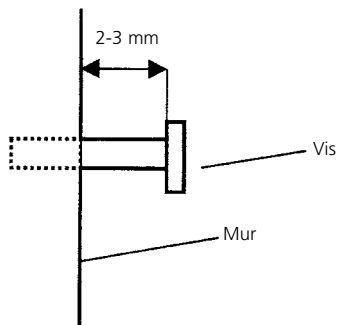

Figure 1: Vissage des trois vis de fixation dans le mur
- Avec une mèche \varnothing 6 mm pour pierre, réaliser les perçages des trois trous au niveau des repères tracés. Mettre les chevilles en place et serrer les deux vis supérieures en laissant dépasser les têtes d'environ 2 à 3 mm (Fig. 1).